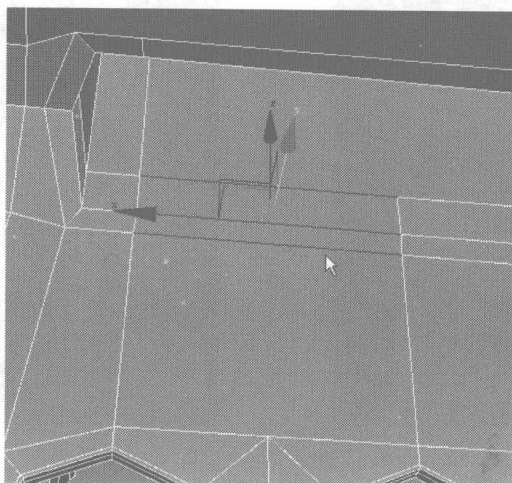

图 4.284
- 07** 在 Back 视图中适当地调整扬声孔部分的节点，再选择如图 4.284 所示的边线为其中间添加一条细分线。